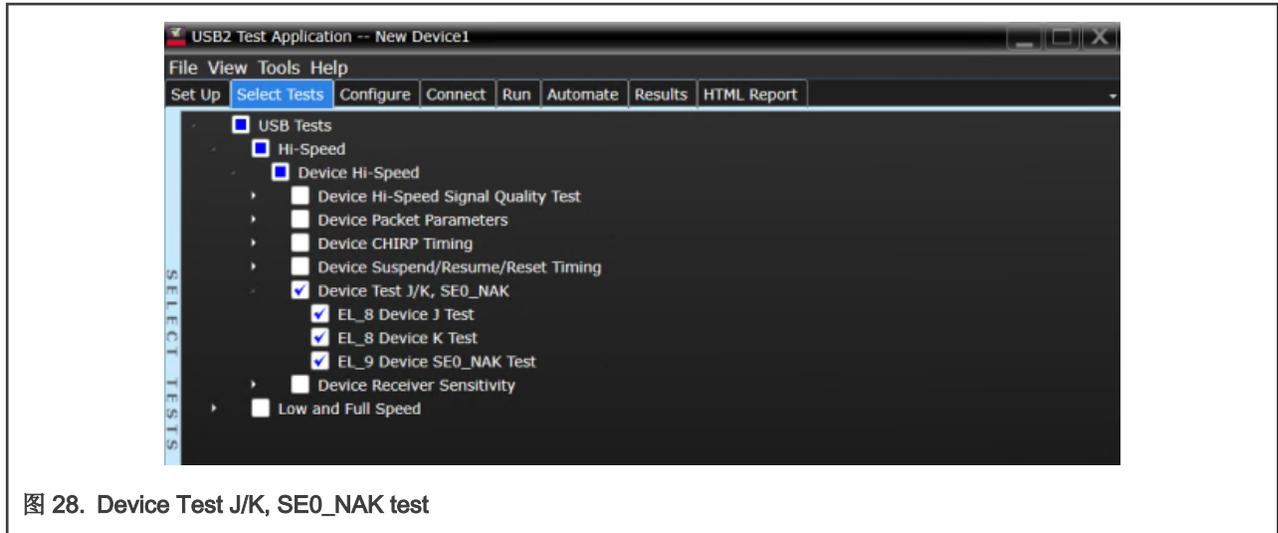

图 28. Device Test J/K, SE0_NAK test
- 如图 28 所示，在示波器上的 USB 自动测试软件中选择测试项目，虽然此测试中不需要使用示波器抓取波形，但是为了形成完整的报告，需要将万用表所测得的电压输入测试软件。